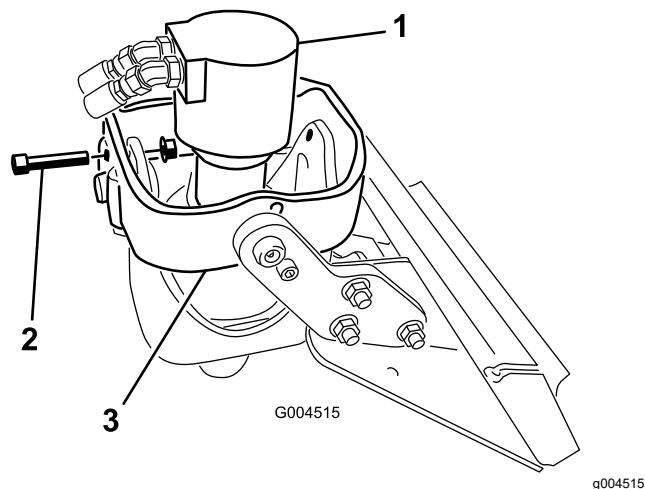

Figura 4
- B. Posizionate la testata motrice in senso verticale, fate scorrere un bullone ( $\frac{1}{2}$ " x  $2\frac{1}{2}$ ") nei fori dei bracci anteriori della base e fissatelo senza stringere con un dado flangiato ( $\frac{1}{2}$ ") come mostrato nella Figura 4.